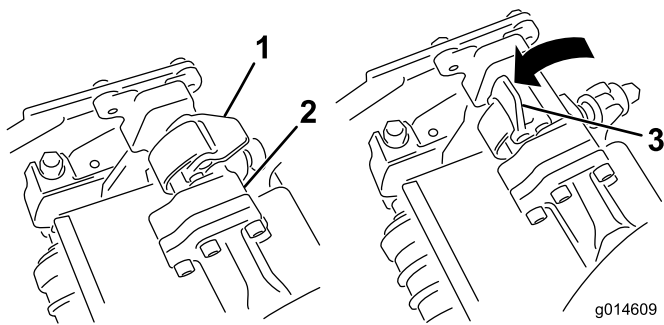
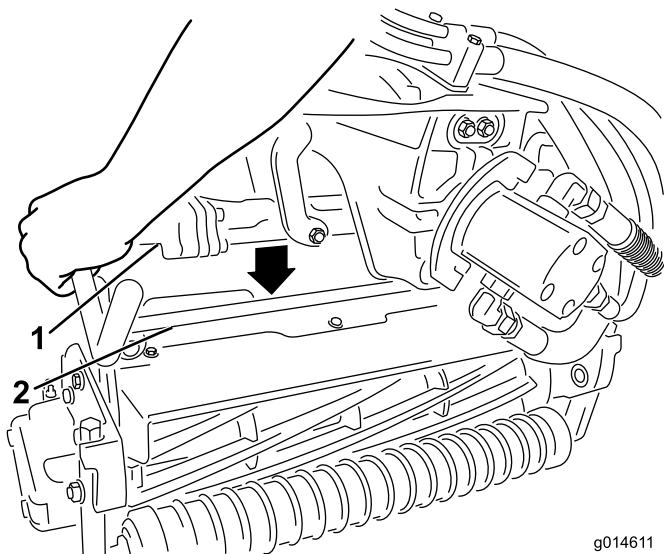

Рисунок 33
Рисунок 34
4. Когда защелки на штанге рычага подвески направлены вверх (т.е. открыты) (Рисунок 33), нажмите на рычаг подвески так, чтобы штанга села на поперечный стержень наверху режущего блока (Рисунок 34).
- Опустите защелки и поверните вокруг стержня режущего блока и заблокируйте их (Рисунок 33).
5. Откройте защелки на штанге рычага подвески режущего блока, который вы хотите снять (Рисунок 33).